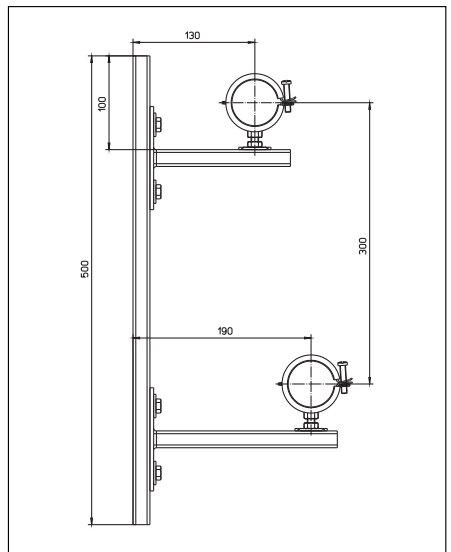

**Abb. 5.2:** Abmessungen Konsole
- Konsole (Art. Nr. 1414490): Zur Befestigung der „Multidis SFI“ Messing-Verteiler (Maße siehe Abb. 5.2).